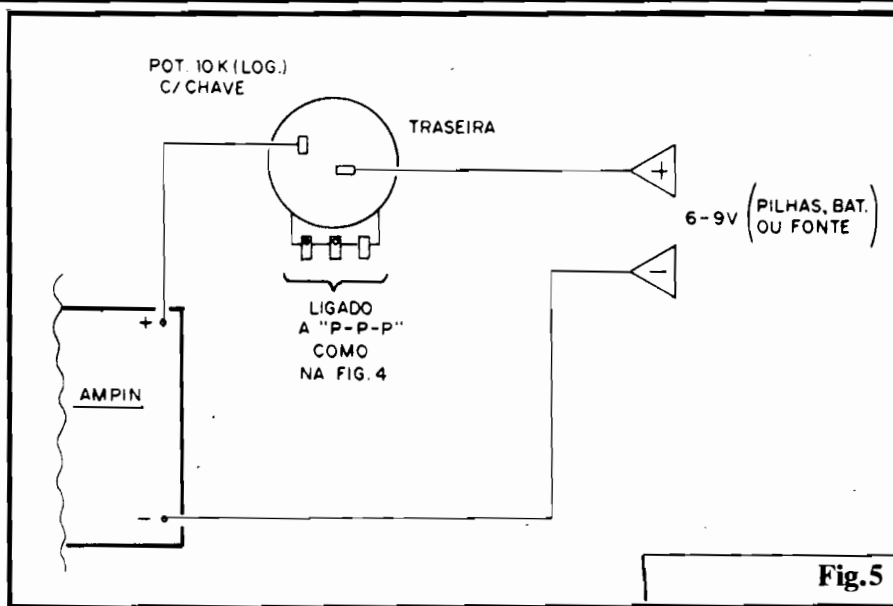

Fig.5
- FIG. 5 - UTILIZAÇÃO DO POTENCIÔMETRO, PARA "LIGADESLIGA" DA ALIMENTAÇÃO - Normalmente, no ramo **positivo** da linha de alimentação do circuito, insere-se um interruptor simples, que permita ligar-desligar o circuito quando se deseje... Entretanto, quem quiser simplificar os controles, poderá - simplesmente - usar como controle de **volume** um potenciômetro do tipo **com chave**... Fazendo-se as conexões conforme ilustra a figura, o mesmo "botão" usado para ajustar o **volume** funcionará, nos "primeiros instantes do seu giro", como chave interruptora geral da alimentação, tornando eventualmente **mais** confortável a utilização do **AMPLIFINHO** (e até, em